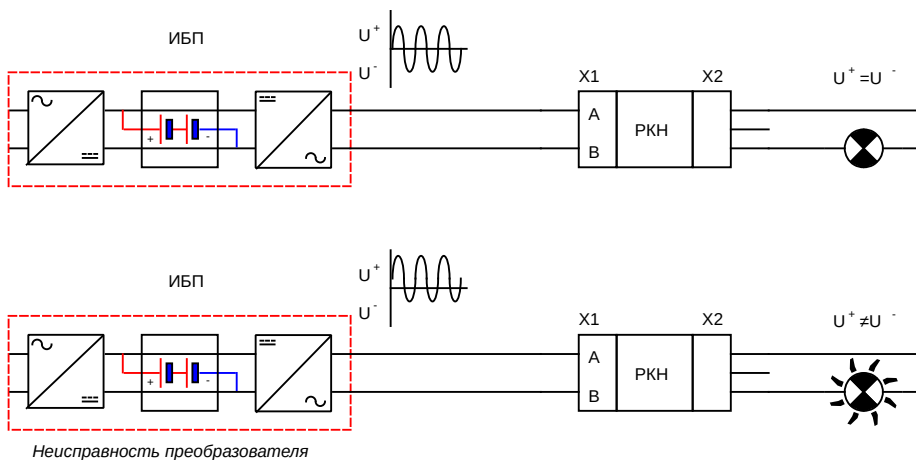

Рисунок 4
4.7.3 Использование Реле для контроля исправности ИБП (рис. 4).
Пояснение к рис. 4: